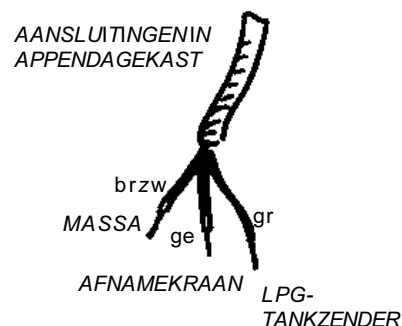

fig. 17.
18. Appendagekast. De 3-aderige kabelbundel met groene, gele en de bruin/zwarte draad met de afnameleiding mee naar de appendagekast leggen en aansluiten op de afnamekraan (geel), de tankzender (groen) en massa (bruin/zwart). Zie fig. 17.